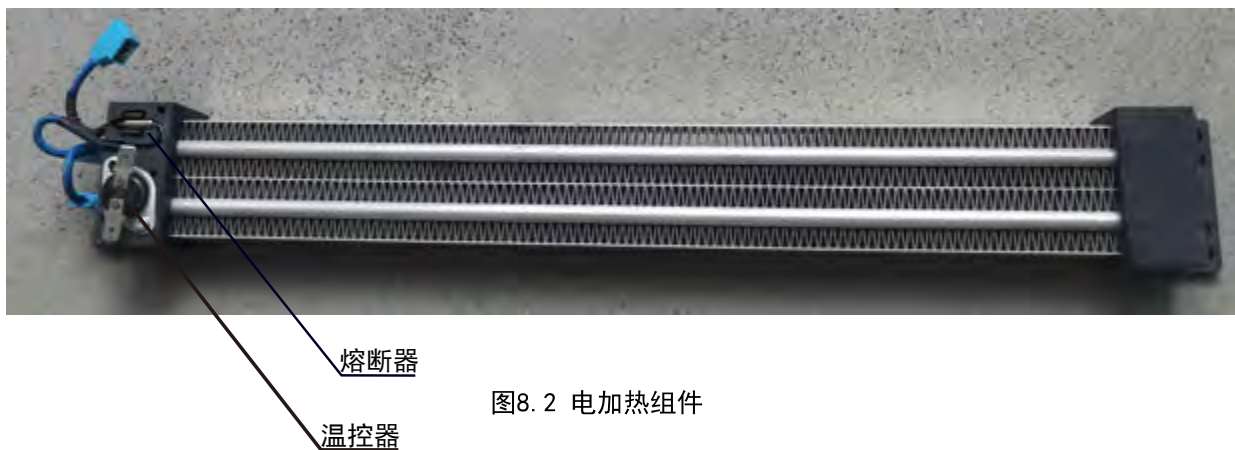

图8.2 电加热组件
- 2) 每月定期检查电加热是否能正常开启，当有加热需求却无加热效果时，电加热内部回路上串接有温度开关，应检查温度开关是否复位；可用万用表检测主板端口是否有电压输入，若有电压值，电加热不开启，可先断电，检查电加热连线情况，查看连接线是否接对，若以上无异常，则需要更换电加热组件，电加热组件如图8.2所示。